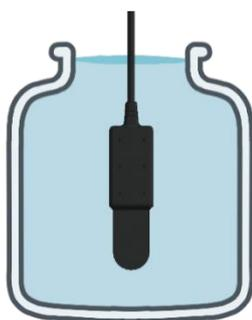

図 4-3 溶液 EC 値
A. 溶液 EC 値は溶液中の EC 値のことです。(図 4-3)